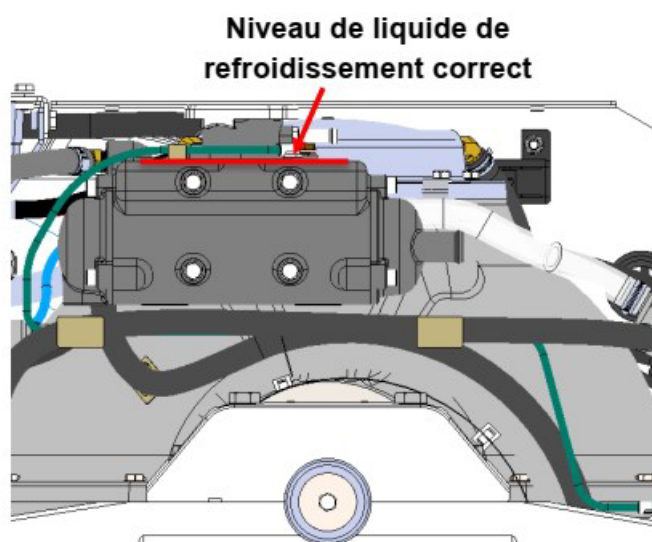

FIGURE 3 – NIVEAU DU LIQUIDE DE REFROIDISSEMENT DU SEAKEEPER 2
- 3) Retirez le bouchon à pression situé sur le dessus du réservoir. Versez le mélange jusqu'à ce que le niveau atteigne le haut de l'échangeur de température, comme illustré sur la figure 3. Remplir le réservoir au-delà de ce niveau ne causera aucun dégât, mais du liquide de refroidissement pourrait être expulsé du trop-plein en raison de la dilatation thermique normale du liquide de refroidissement.
- Vérifiez de nouveau le niveau de glycol lorsque le fluide circule dans le circuit de refroidissement. Regardez à l'intérieur du réservoir et vérifiez que le niveau de glycol se situe au-dessus du repère sur le réservoir, comme illustré sur la figure 3. Remettez le bouchon.